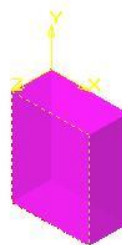

Рис.74
16. На экране появится цветное изображение (Рис.74);